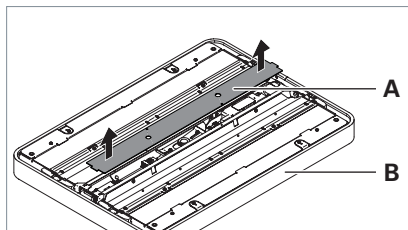

Fig. 20: Rimozione della copertura.
- Estrarre le due viti nella copertura **A** e togliere la copertura dalla testa dell'apparecchio d'illuminazione **B**, vedi Fig. 20.